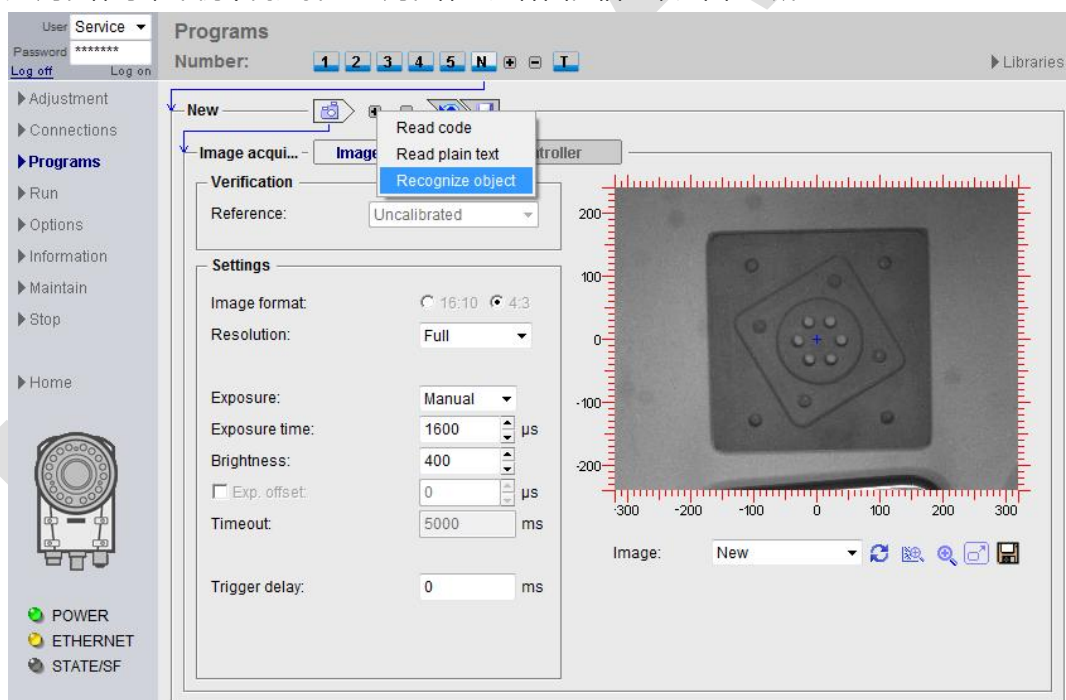

图 12
3、接下来可以建立读取图像的程序了，因为 MV440 可以读取三种类型的图像信息，如二维码，文本及识别物体等，本例中需选择“识别物体”这种图像信息，如图 12 所示。